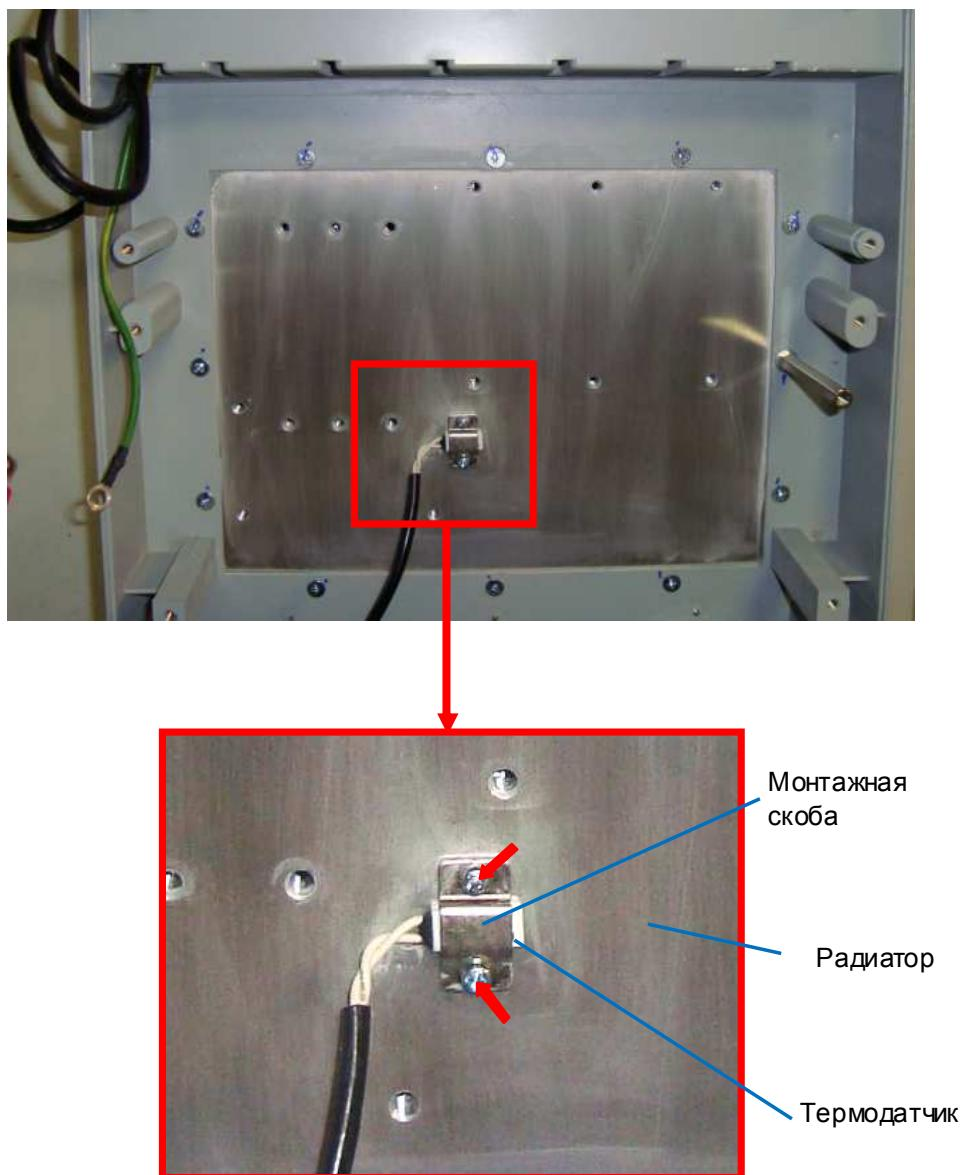

Рис. 7.4
- 7.3.3. Установить термодатчик на радиатор, прижать его монтажной скобой и прикрутить ее двумя винтами (рис. 7.4, красные стрелки).